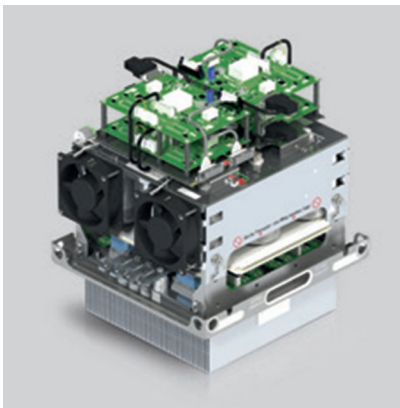

Рис. 8. Чотирифазний перетворювач з індивідуальним повітряним охолодженням (2 00А)
- набори IGBT з повітряним охолодженням (рис. 8):